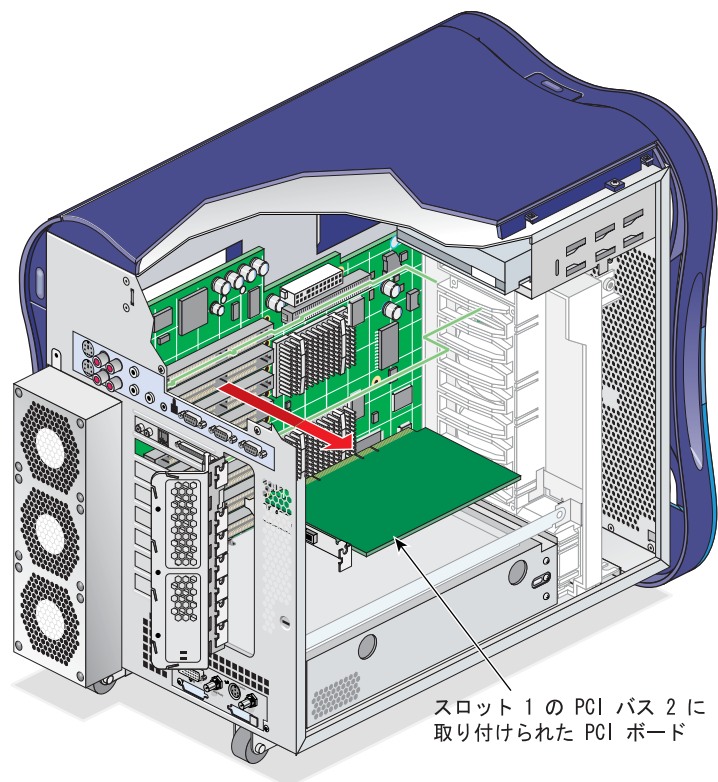

図 3-32 PCI ボードの取外し
3. シャーシの端から外れるまで PCI ボードの前端を傾けます。PCI ボードを筐体から取外し、安全な場所に置きます (図 3-32 を参照)。